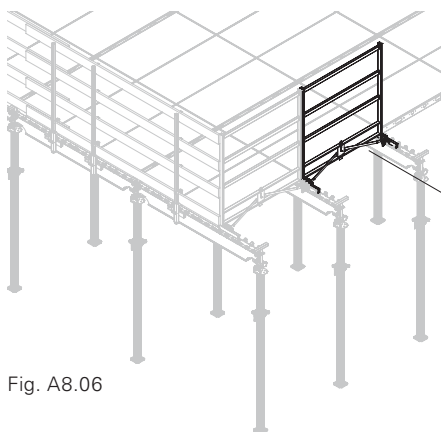

Fig. A8.06
- L'unità parapetto è montata. (Fig. A8.06)